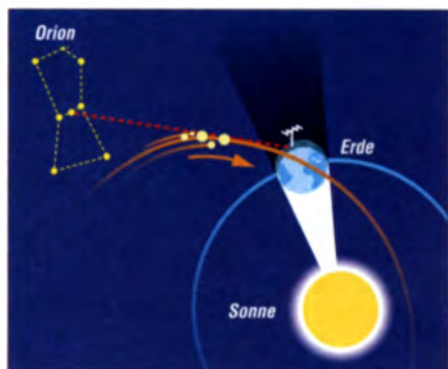

Bild 1: Die in die Erdatmosphäre eindringenden Meteoriten hinterlassen beim Verglühen Ionisationsspuren, die als Reflektor für Funksignale dienen können.
Meteorscatter (MS) wird etwa seit Mitte des vorigen Jahrhunderts im UKW-Bereich praktiziert [1], jedoch war dies bis vor einigen Jahren mit einem ziemlich hohen Aufwand verbunden und beschränkte sich auf die großen Meteorströme – wie z. B. in Bild 1 die Orioniden.